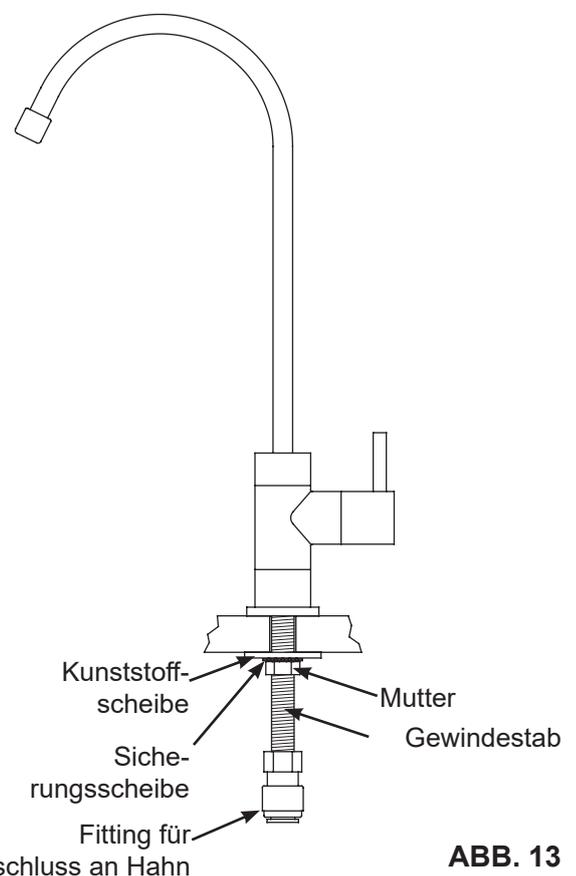

ABB. 13
5. Das für den Schlauchanschluss am Hahn benötigte Fitting nehmen und es, wie in Abbildung 13 gezeigt, auf dem Ende des Gewindestabs festschrauben. Nicht zu stark festziehen.